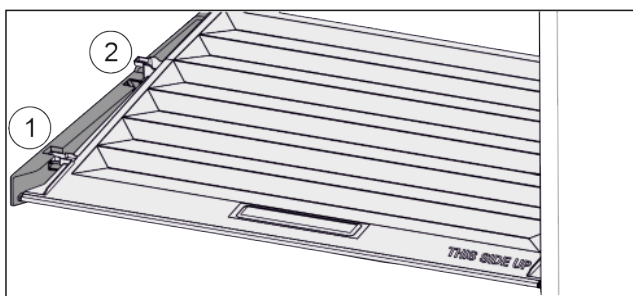

Fig. 35
- ▶ Vytáhněte víko dopředu až k otvoru v přídržných dílech Fig. 35 (1).
- ▶ Vzadu zespodu nadzvedněte a vyjměte směrem nahoru Fig. 35 (2).